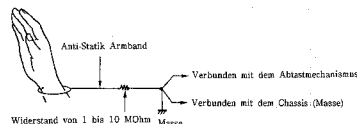

Abb. 13
(2) Behandlung der mechanischen Baugruppe (Abb. 13)
Wenn Sie den Abtastmechanismus oder die Mechanik in die Hand nehmen, sollten Sie ein Anti-Statik-Armband, wie in Abbildung 13 gezeigt, tragen. (Sie können sich ein Anti-Statik-Armband aus gewöhnlichem Leitungsdraht anfertigen.)